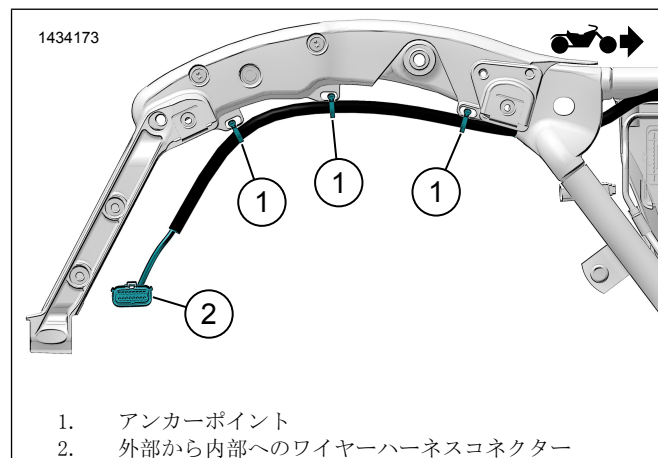

図17。外部ワイヤーハーネスの取り回し(標準)
- a. 図17ケーブルストラップを使用して、ハーネスをアンカーポイント(1)にゆるく取り付けます。ケーブルストラップをきつく締めないようにしてください。
2. 図17 外部サドルバッグハーネスを内部ハーネス(2)からサドルバッグに接続します。